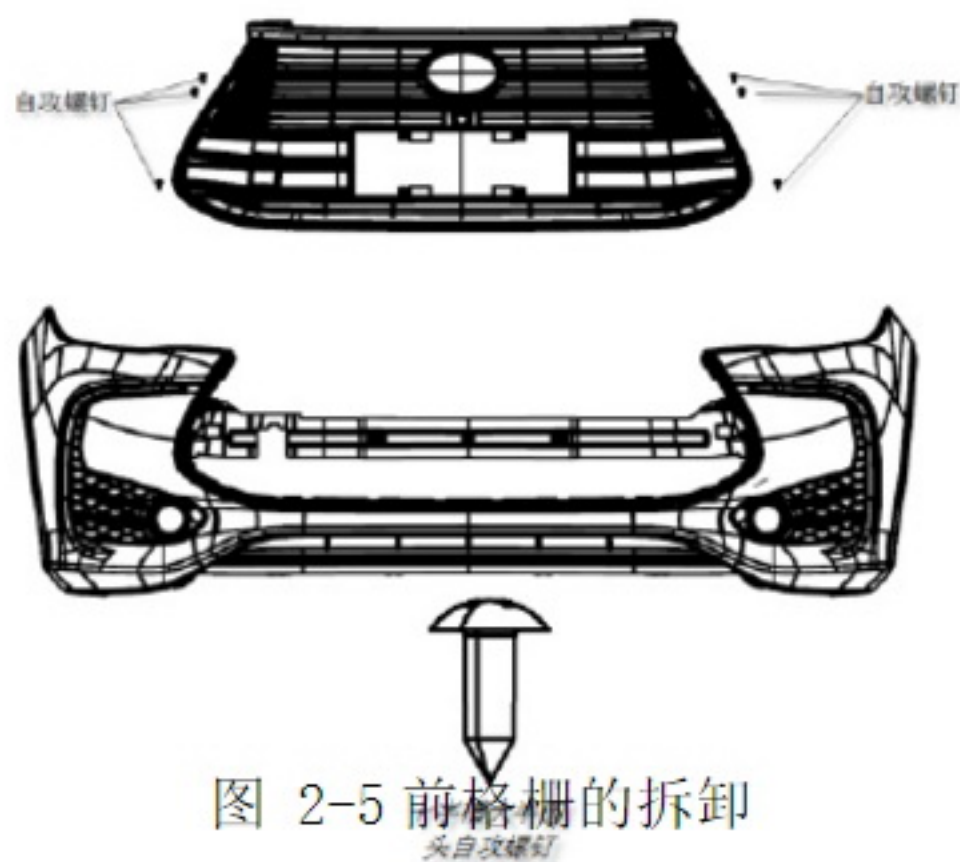

图 2-5 前格栅的拆卸
- (6) 拆下安装在前保险杠本体和前格栅上的 6 个自攻螺钉,并将前格栅两端与保险杠连接的卡脚拉出,即可拆除前格栅,如图 2-5 所示;